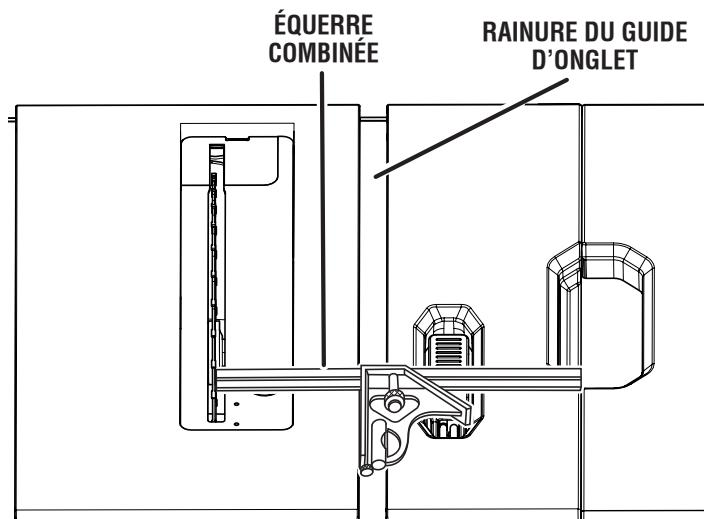

Fig. 34
- Tracer un repère à côté de l'une des dents de l'avant de la lame. Placer l'équerre combinée contre la rainure du guide à onglet tel qu'illustré dans la figure 34. Mesurer la distance à la rainure de droite.